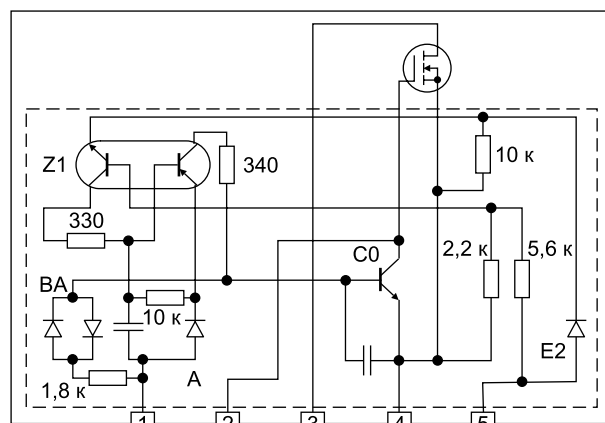

Рис. 1. Принципиальная схема SMR 40200
- В выходном каскаде микросхемы SMR40200 используется не биполярный, а полевой транзистор. Его параметры:  $U_{ds} > 700 \text{ В}$ ,  $I_d > 4 \text{ А}$ ,  $R_{ds(on)} < 1,2 \text{ Ом}$  [1]. Исправленная схема SMR40200 представлена на рис. 1.